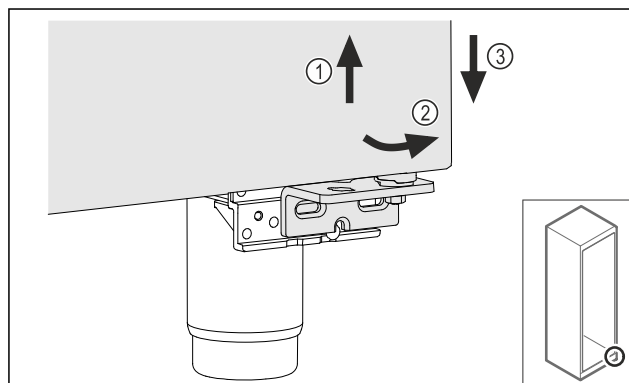

Fig. 11
- Tür leicht anheben Fig. 11 (1), unten nach vorne kippen Fig. 11 (2) und absenken Fig. 11 (3).